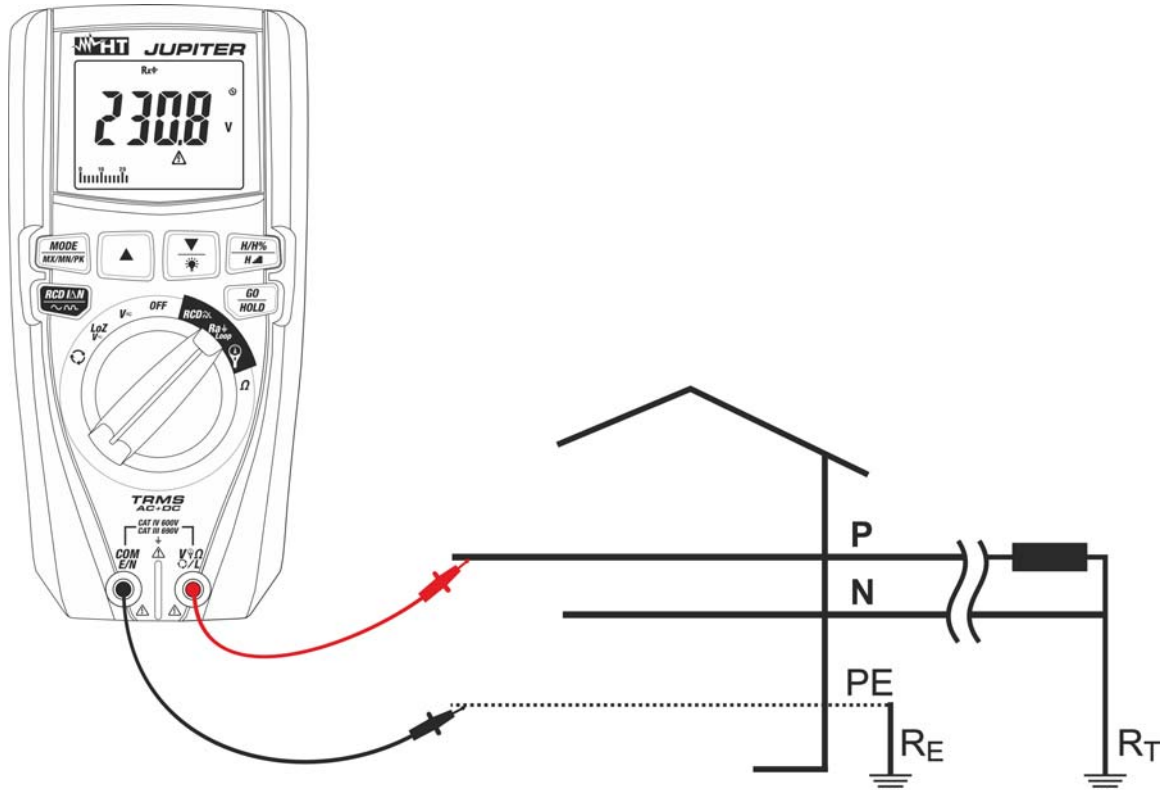

Abb. 24: Verwendung des Geräts zur Messung der Schleifenimpedanz Loop L-PE mit Messleitungen
6. Zur Messung der Schleifenimpedanz L-PE, falls Messleitungen benutzt werden, verbinden Sie den roten Leiter mit der Eingangsbuchse  $V_{\Omega} \text{L}$  und den schwarzen Leiter mit der Eingangsbuchse **COM/E/N**, und verbinden Sie das Gerät mit dem zu messenden Kreis (siehe Abb. 24). Der Spannungswert Phase-Erde erscheint auf dem Display.